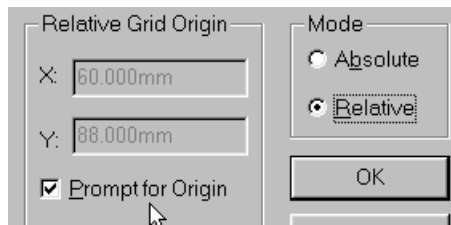

Рис. 5-4. Изменения в настройках сетки
2) Активизируйте команду **Option/Grids** и на панели **Option Grids** (см. рис. 5-4) в рамке *Mode* (режим) переключитесь с абсолютной сетки на относительную (Relative). Также установите флажок *Prompt for Origin* (указать начало координат).